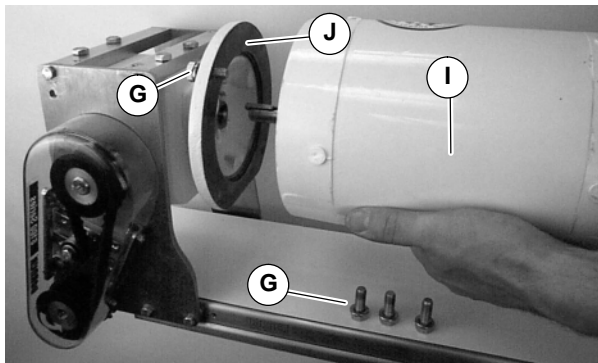

Abbildung 11
10. Getriebemotor (I siehe Abbildung 11) an das Untersetzungsgetriebe (J) mit Schrauben und Beilagscheiben (G siehe Abbildung 10) befestigen. Mit 41 Nm festziehen.